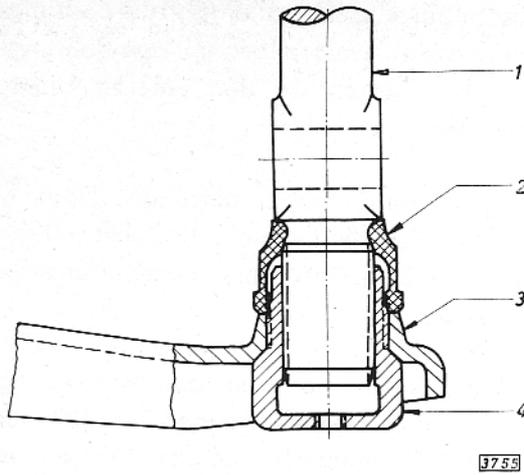

Bild 30 - Anordnung der Vulkollan-Tülle
1. Auf obere Lenkerachse Vulkollan-Tüllen, wie in Bild 30 gezeigt, aufschieben.
4. Die Vulkollan-Tüllen sollen, wie in Bild 30 gezeigt, am Lenkerbund anliegen.